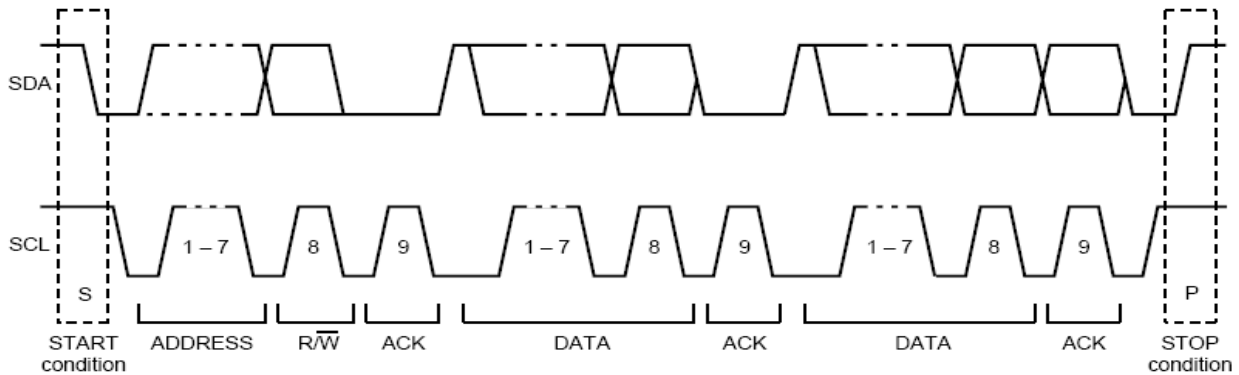

图 12-2: RW bit in the 8th bit after IIC address
**RW1:** 如模块被设置为 **FU0\_EN[1:0]** 设 10, 该位将被作为从机方的 **RW** 发送, 它在 IIC 地址之后的抵 8th 位显示, 如图 12-2. 它用来告诉从属模式中将来的通信的方向。如设置为 1, 模块在主模式中为接收方, 如是 0, 模块在主模式中为传输方。
**RW1:** 如模块被设置为 **FU1\_EN[1:0]** 设 10，该位将被作为从机方的 RW 发送，它在 IIC 地址之后的第 8th 位显示，如图 12-2。它用来告诉从属模式中将来的通信的方向。如设置为 1，模块在主模式中为接收方，如是 0，模块在主模式中为传输方。